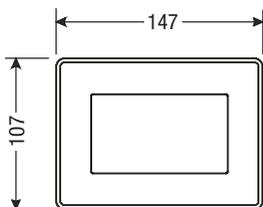

Fig. 3
- Recortar la puerta del armario de distribución de acuerdo con la **fig. 3 y 4**.